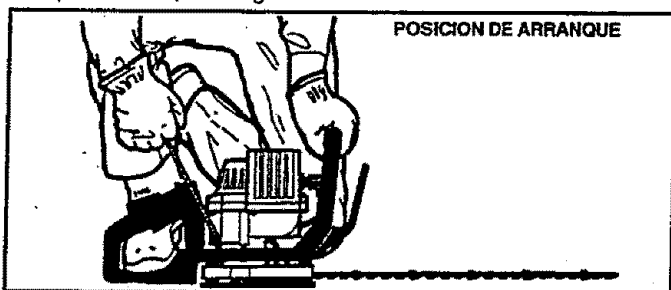

Figura 7
- Descansa unidad en tierra. Sostenga la unidad de modo que la cuchilla es fuera de la tierra y lejos de árboles, arbustos, espectadores, etc. Figura 7.